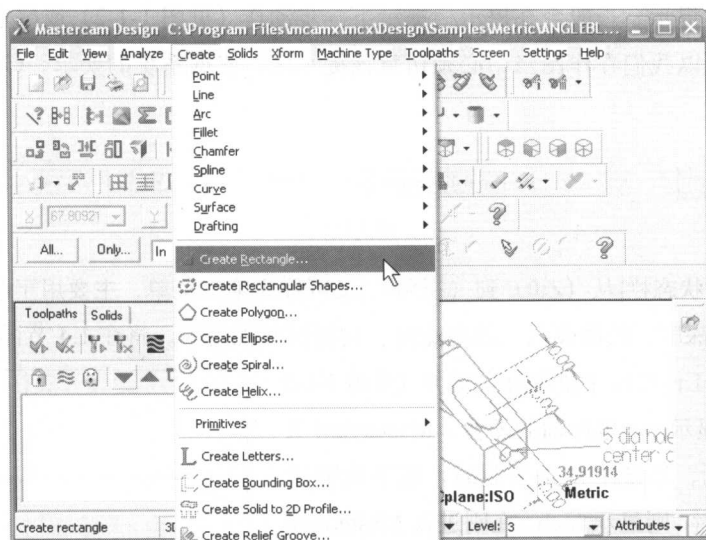
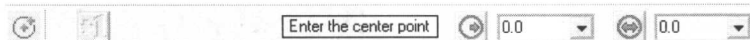

图 1-1-2
图 1-1-4
(1) 主菜单: 是 Mastercam 主要功能指令放置的地方, 如 Analyze (分析)、Create (绘图)、Edit (编辑) 或 Toolpaths (刀具路径) 等。当用户以鼠标左键 (以后简称左键) 在主菜单选取某一功能时, 菜单会依选取的功能切换到下一个菜单, 经由连续的菜单选取来完成命令的下达 (见图 1-1-2 所示)。以下图标的菜单表示使用两点选项来产生一矩形的选取程序。
的不同显示不同的提示。一般会在提示栏提示下一步动作（见图 1-1-2）或要求输入数值（见图 1-1-4）或位置，所以我们在作图当中必须留意该提示区，依据系统的要求，（适切）输入数据或选取位置。